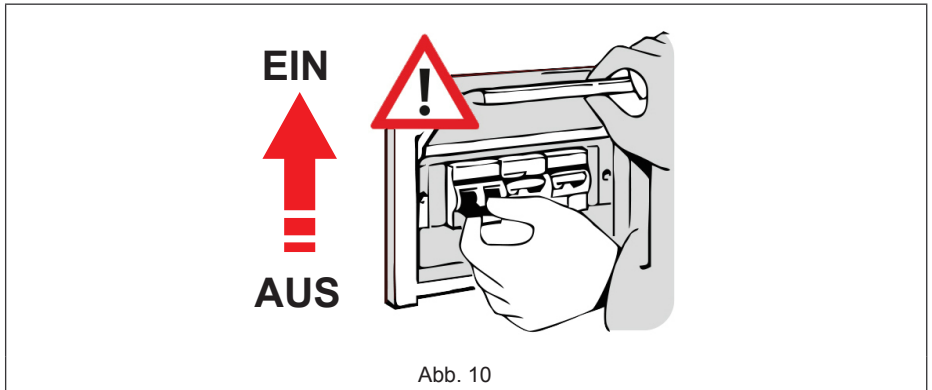

Abb. 10
- Falls vorhanden, stellen Sie den thermomagnetischen Schutzschalter vor der Netzsteckdose auf die Position „EIN“ (Abb. 10).